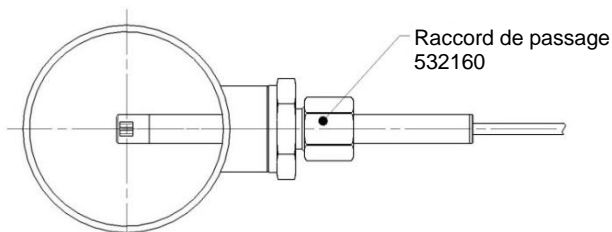

Figure 3-2
- Dans des champs d'écoulement non-homogènes, laminaires (p. ex., profil de vitesse quasi-parabolique dans un tube), la tête du capteur devrait être positionnée autant que possible à l'endroit où la vitesse est la plus élevée (réglage de la profondeur d'immersion ; voir Figure 3-2), car ce point est en général le plus éloigné des éléments perturbateurs comme par exemple les surfaces limites.
Le montage dans un tube permettant de guider le flux s'effectue à l'aide d'un raccord de passage (532160, voir également Figure 3-2) :